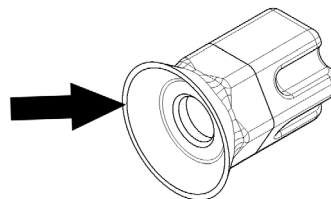

figura 13
**2 Ogni mese:** verificare che la guarnizione del giunto esagonale non sia usurata. Se lo fosse, sostituire il giunto stesso con un ricambio originale del fabbricante (vedere figura 13).